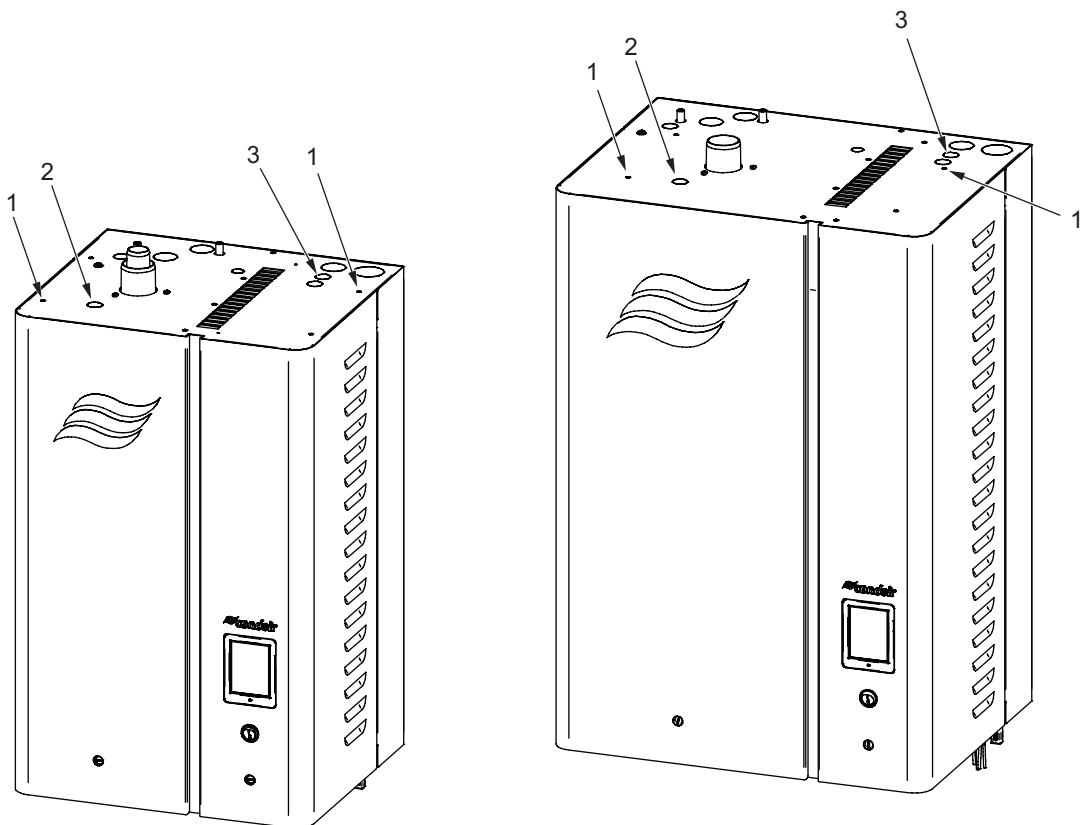

Bild 17: Ausbrechöffnungen in der Oberseite des Befeuchters
1. **Ausbrechöffnungen herausbrechen.** Brechen Sie die folgenden Ausbrechöffnungen aus der Oberseite des Befeuchters heraus. Siehe Bild 17. Die Platzierung der Ausbrechöffnungen am Befeuchter ist abhängig vom Befeuchtertyp.